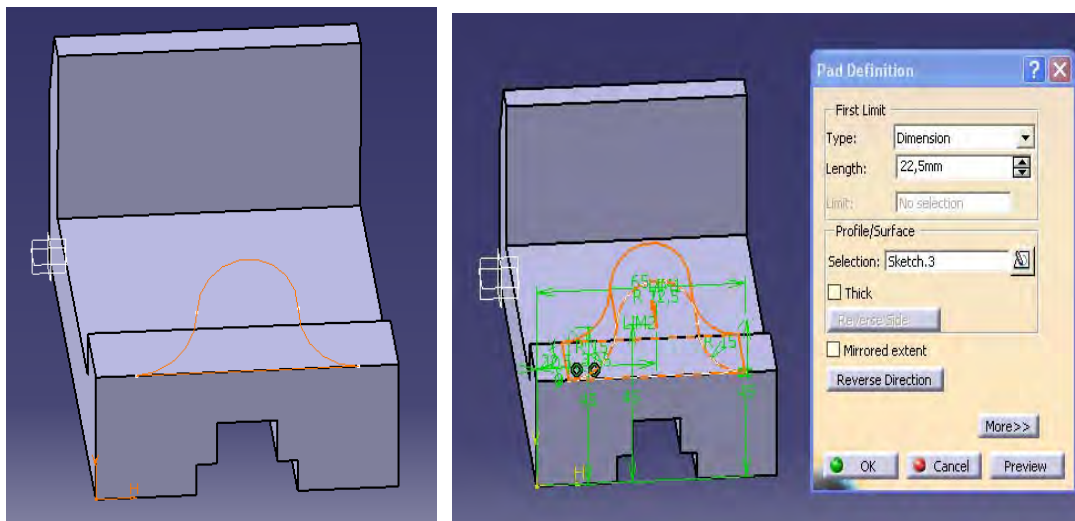

Figura 4.17: PAD EN PERFIL 3
8.-Regresar al PART DESIGN, se selecciona la herramienta PAD y se le da una profundidad de 22.5 mm al perfil 3, como se indica en la figura 4.17.